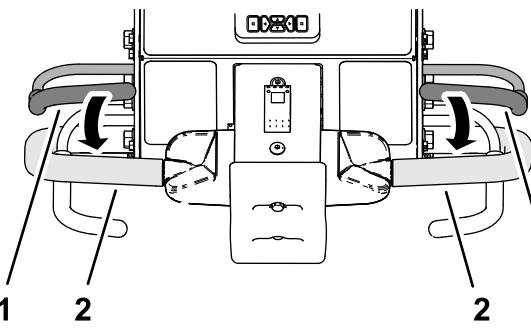

図 93
3. 左または右のハンドルバーとオペレータペイルをつかんで図 93ペイルを握り込む。